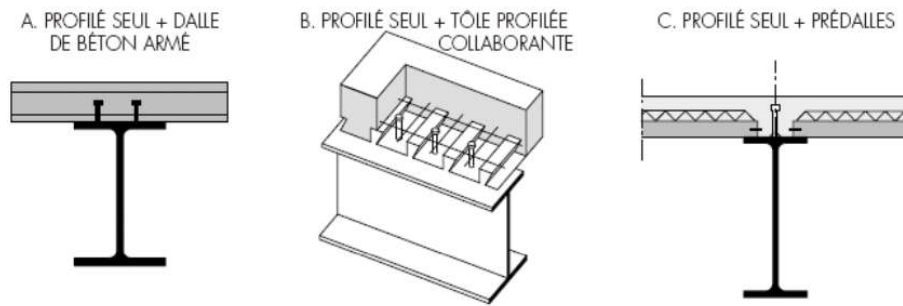

Figure 3.2 Poutres mixtes
1.7. Structures mixtes acier-béton :**A. LIAISON MÉCANIQUE****B. LIAISON PAR FROTTEMENT****C. ANCRAGE D'ABOUT AVEC DÉFORMATION DES EXTRÉMITÉS****Figure 3.2 Dalles mixtes avec tôles profilées collaborantes.**